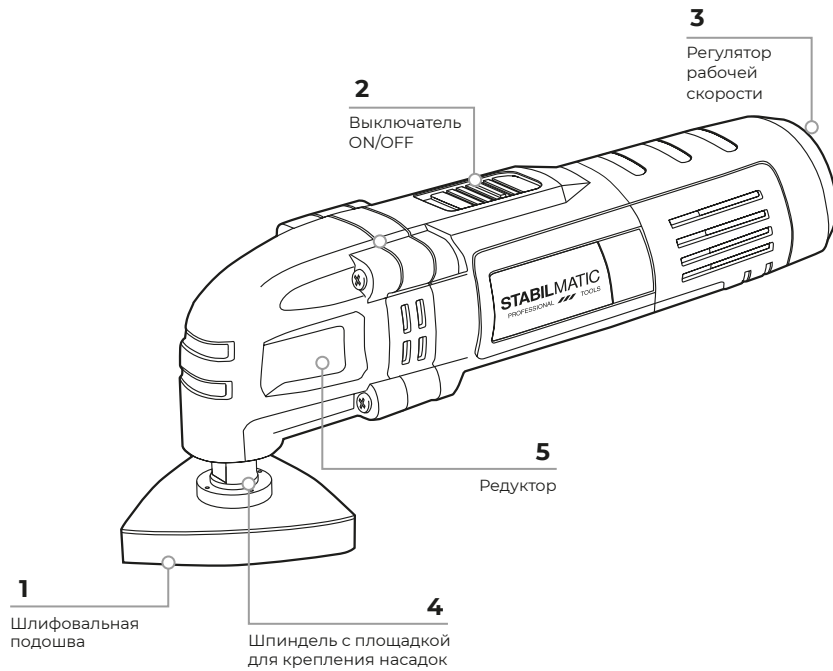

рис. 2
- Перед началом работы с инструментом установите необходимую насадку, в зависимости от вида работы. Насадку можно установить под любым необходимым для работы углом и в любом положении (если это насадка для шлифования). После выбора положения, закрепите насадку на шпинделе с помощью шайбы, винта крепления и шестигранного ключа (рис.2). Инструмент подключается к сети при помощи двухжильного кабеля.